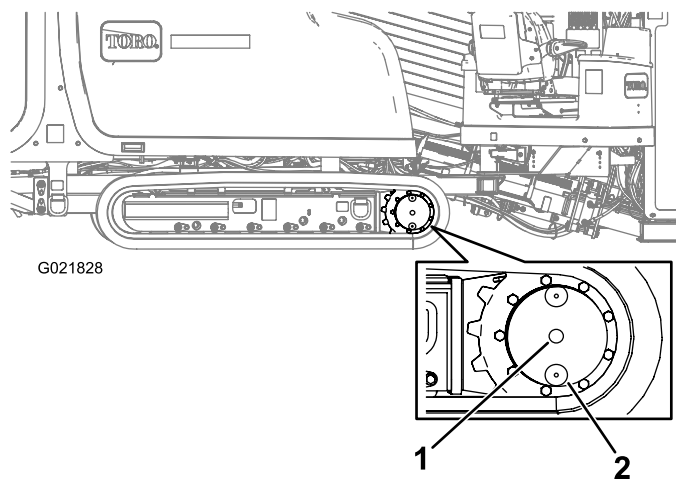

Figure 100
- Nettoyez la surface autour du bouchon de contrôle du niveau d'huile avec un solvant de nettoyage (Figure 100).
- Enlevez le bouchon de contrôle du niveau d'huile (Figure 100).
- Nettoyez la surface autour du bouchon de contrôle de niveau d'huile (Figure 100).
- Faites tourner le train planétaire jusqu'à ce que le bouchon de vidange d'huile se trouve juste sous le bouchon de contrôle de niveau d'huile (Figure 100).